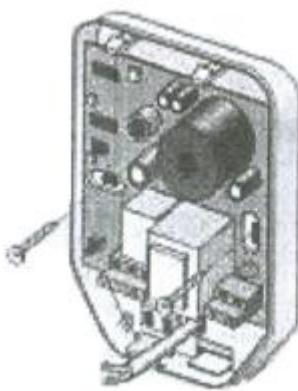

Рисунок 4
- 3) При использовании скрытой электропроводки завести кабель в сигнализатор через отверстие на дне корпуса (рисунок 4).